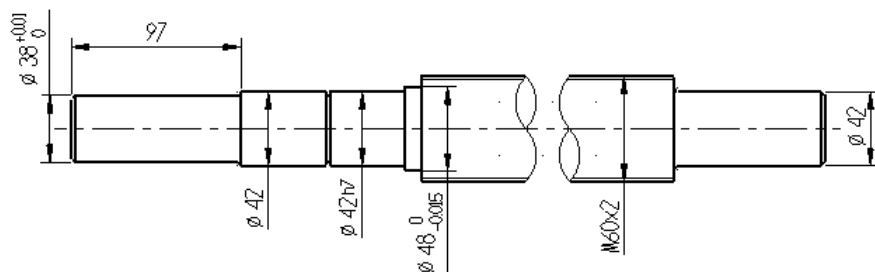

图 4.1.99 标注尺寸
Step9. 标注图 4.1.99 所示的尺寸。
(2) 设置标注参数。在“尺寸标注”工具栏中单击按钮使其处于按下状态。
(3) 放置尺寸。在图 4.1.99 所示的位置放置尺寸。